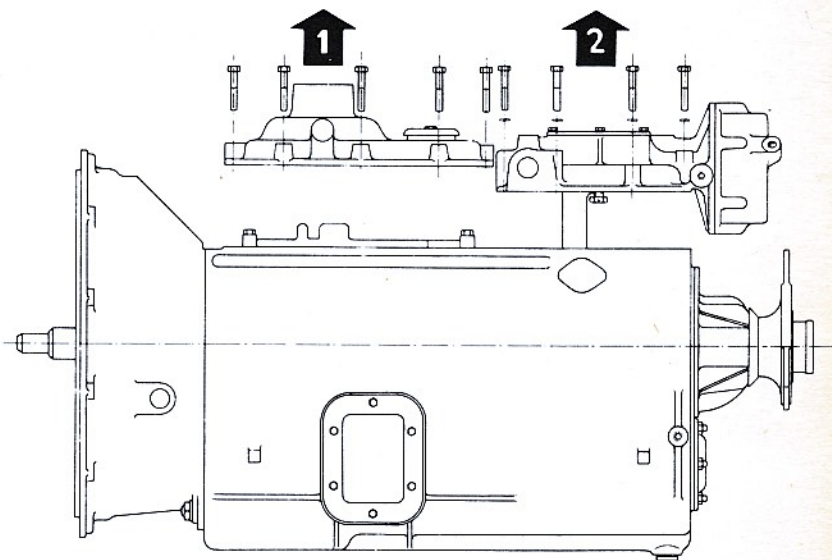

Fig. 26 — Dépose des couvercles de Vitesse et du Réducteur.
- Dégager l'arbre de sortie assemblé avec le couvercle et sortir le synchroniseur assemblé (celui-ci doit être en position point mort pour être dégagé plus aisément). (figures 26 et 27)